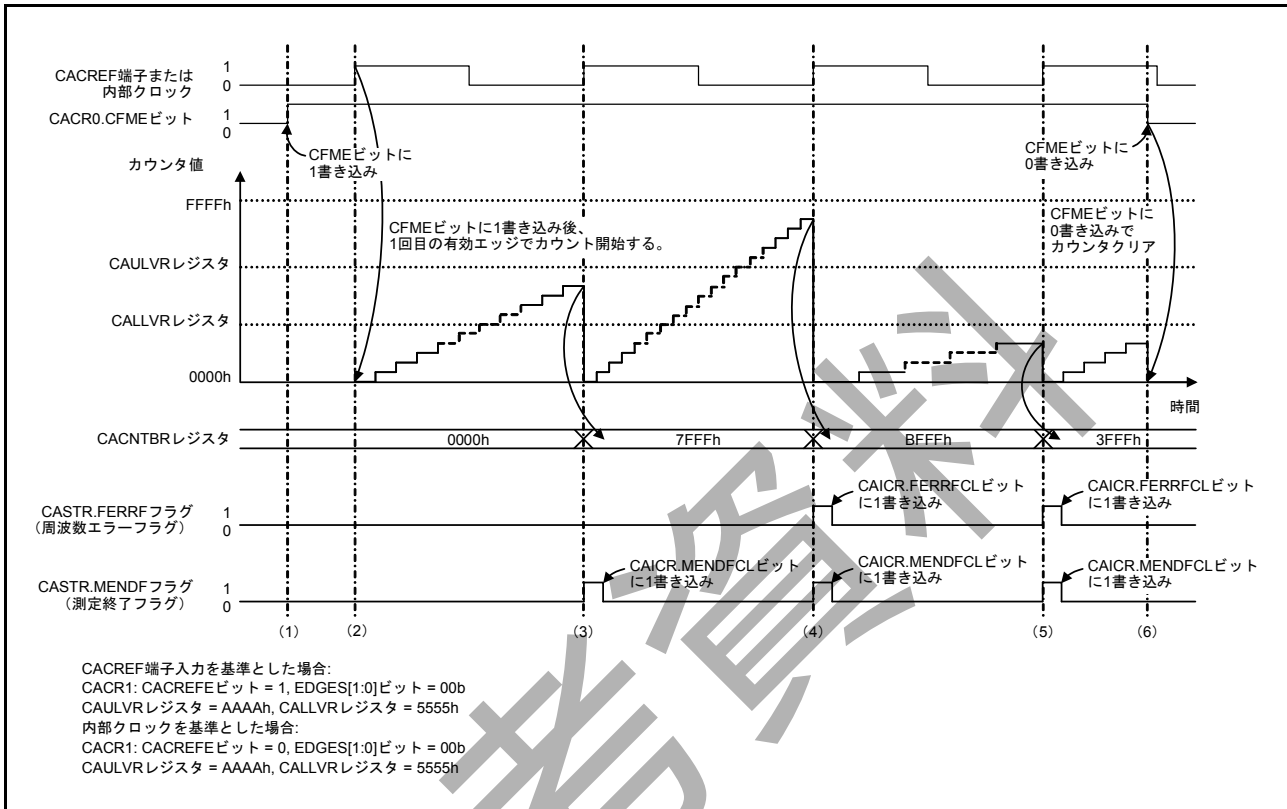

図 10.2 クロック周波数精度測定回路の動作例
クロック周波数精度測定回路は、CACREF 端子入力または内部クロックを基準として、クロック周波数を測定します。図 10.2 にクロック周波数精度測定回路の動作例を示します。
2. CACR1.EDGES[1:0] ビットで選択した有効エッジが測定基準クロックから入力されると、タイマがカウントアップを開始します。図 10.2 に示すように、有効エッジは立ち上がりエッジ (CACR1.EDGES[1:0] = 00b) です。